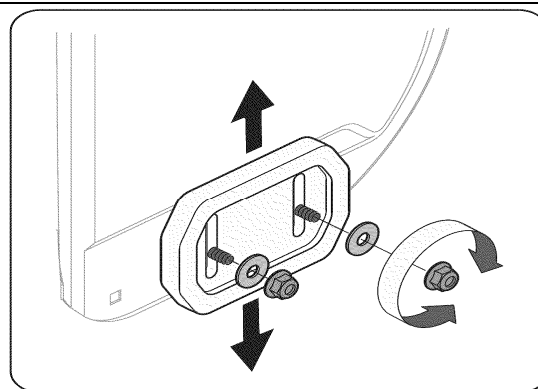

Рис. 9
1. Ослабьте четыре шестигранные гайки (по две на каждой стороне) и болты с выступом. Поставьте лыжи в нужное положение (См. Рис. 9).